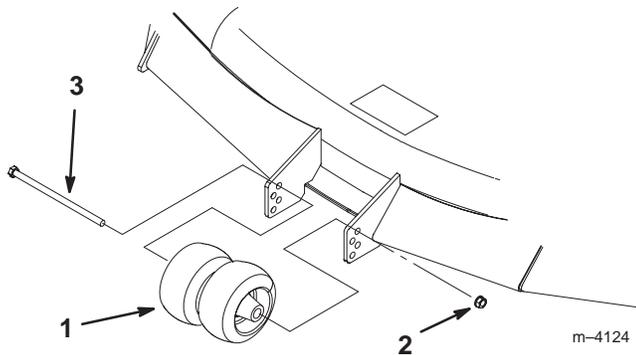

Bild 19
3. Entfernen Sie nach dem Einstellen der Schnitthöhe die Schraube und Mutter (Bild 19).
4. Wählen Sie ein Loch, bei dem die mittleren Rollen der gewünschten Schnitthöhe so nahe wie möglich sind (Bild 19).
5. Setzen Sie die Schraube, mittleren Rollen und Mutter wieder ein (Bild 19).